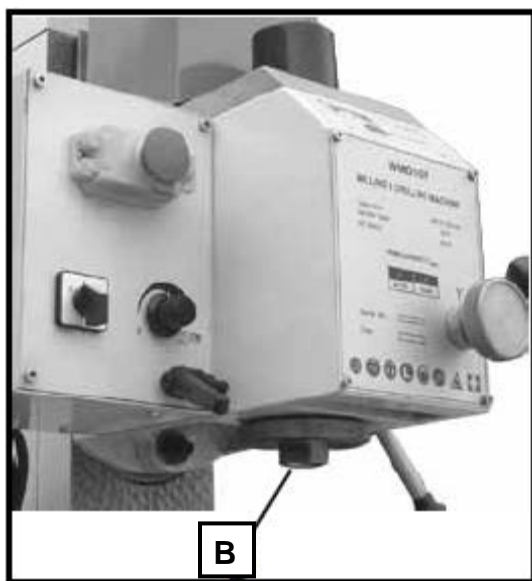
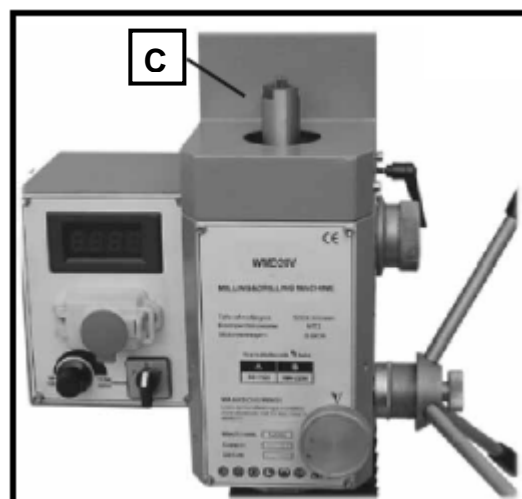

Рисунок 13.
Рисунок 14.
- 9.3. Удерживайте шпindelь (Рисунок 13, В) с помощью ключа за хвостовик, чтобы он не вращался при выкручивании штрелева (Рисунок 14, С).